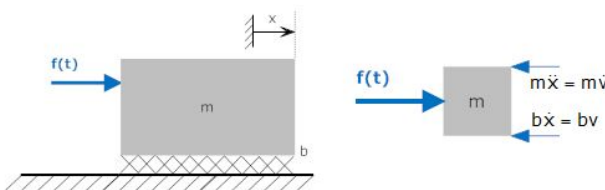

Figura 20. Acción de una fuerza sobre una masa.
3. De la Figura 20 obtenga la ecuación diferencial que represente la dinámica del sistema.